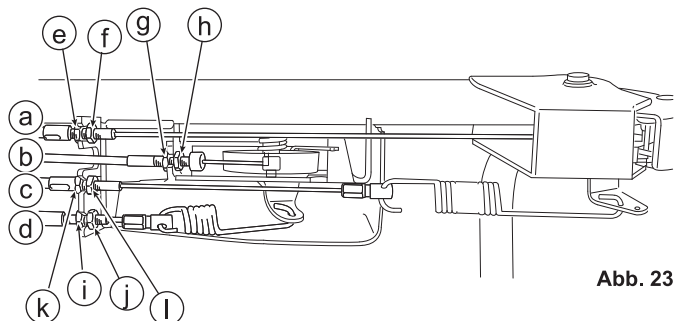

Abb. 23
8.5.1 Gashebel (Siehe Abb. 23 und 24)
8.5.2 Klingenhebel (Siehe Abb. 23 und 25)
3. Vergewissern Sie sich, dass die Klinge vollständig anhält, wenn der Klingenhebel (C) gelöst wird.
8.5.3 Kupplungshebel (Siehe Abb. 23 und 26)
3. Vergewissern Sie sich, dass die Maschine rückwärts gezogen werden kann, wenn der Kupplungshebel (B) gelöst ist.
8.5.4 Ganghebel (Siehe Abb. 23 und 27)